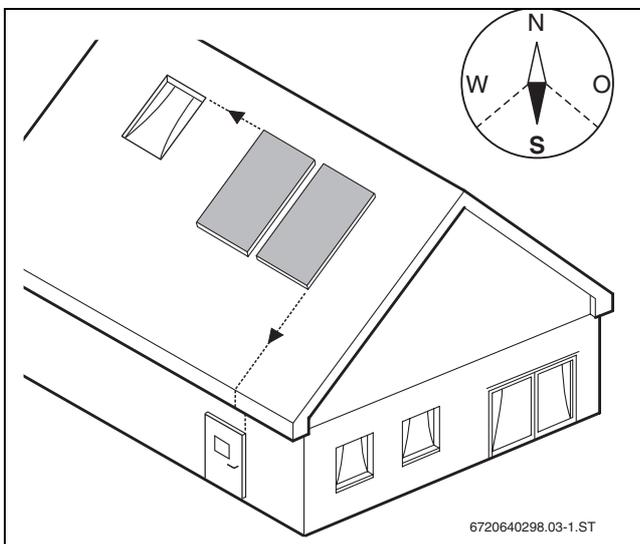

Fig. 17
- Orientar el campo del colector lo más al sur posible (→ fig. 17).
- Disponer el campo del colector de manera que éste esté alineado con ventanas, puertas, etc. (→ fig. 17).